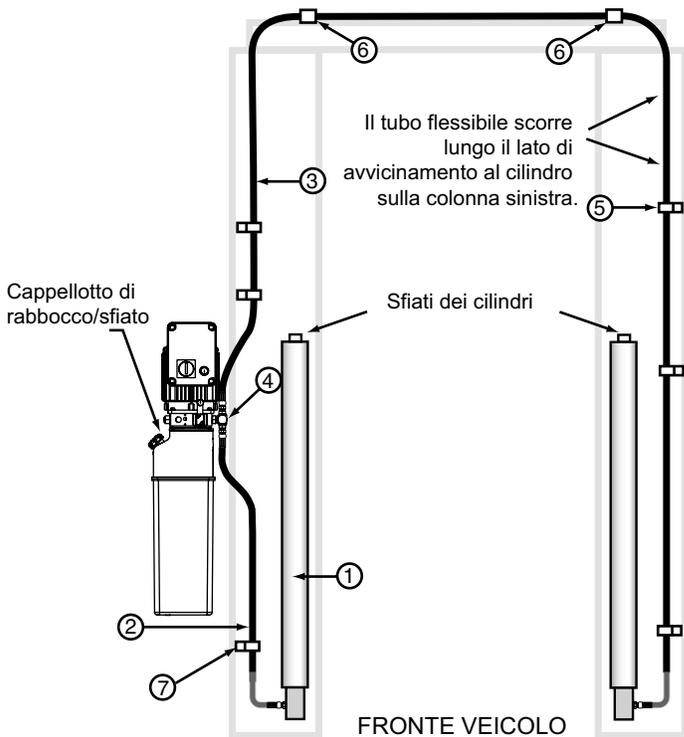
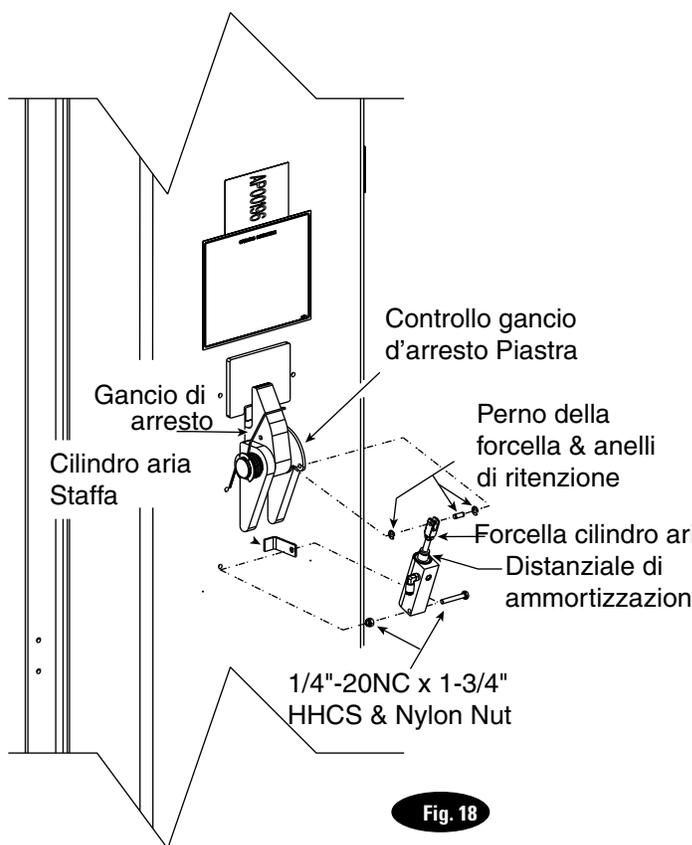

Fig. 12
Fig. 18
NOTA: Fare passare il tubo flessibile dell'azionamento dentro alle colonne usando le fessure presenti alla base delle colone, vedere figura 12. Fare passare il tubo flessibile della traversa di testa nel canale della colonna sul lato esterno della colonna, vedere la figura 12. Il tubo flessibile della traversa di testa deve passare sopra l'estremità superiore del gruppo della traversa di testa, Fig. 12 e 12a
- A) Per installare il cilindro, lasciare dapprima scorrere il distanziale di ammortizzazione sopra l'asta tenendo questa in posizione retratta, fig. 18.
- E) Fissare la forcella del cilindro dell'aria in modo che la piastra di comando si agganci con i perni della forcella e con gli anelli di ritenzione, fig. 12. Fissare il fondo del cilindro dell'aria alla rispettiva staffa con una vite cilindrica a testa esagonale da 1/4" x 1-3/4" e un dado in nylon, fig. 18. Ripetere la procedura per l'altro gancio di arresto.